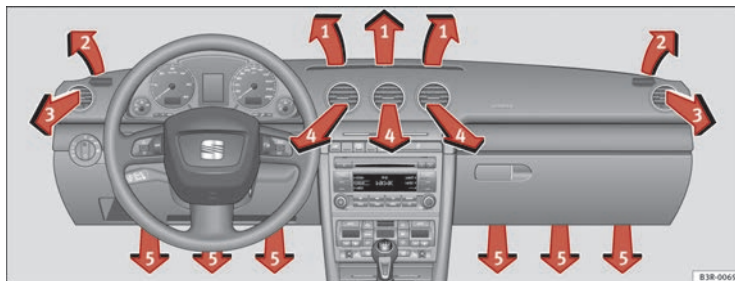

Abb. 143 In der Instrumententafel: Anordnung der Luftaustrittsdüsen
Die Luftaustrittsdüsen ⇒ Abb. 143 ③ und ④ können wie folgt bedient werden.
Die drei Tasten haben folgende Bedeutung. Die Zahlen beziehen sich auf die Luftaustrittsdüsen  $\Rightarrow$  Abb. 143.
Der Gebläsemotor wird nach Ausschalten der Zündung über das Solardach mit Solarstrom betrieben. Achten Sie bitte darauf, dass die Düsen 3 und 4 geöffnet sind ⇒ Abb. 143, um eine optimale Belüftung zu erreichen.